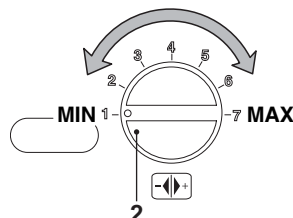

Fig. 9.15
- La potencia térmica de la calefacción se puede modificar girando el mando (2) de la Fig. 9.15.